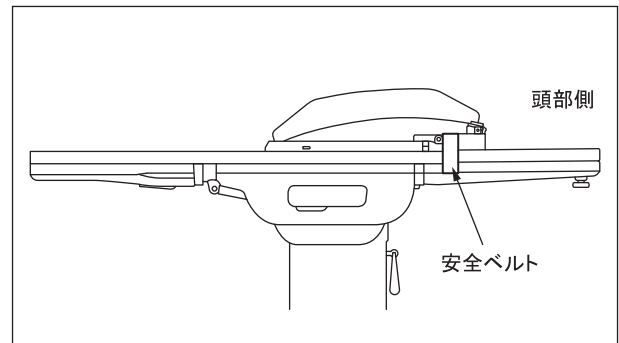

図 1-1：透視テーブル用ウィルソンフレーム 5319G
* 1-3 本体をテーブルトップに取付け、安全ベルト（オプション）で固定します。（図 1-1・1-2）